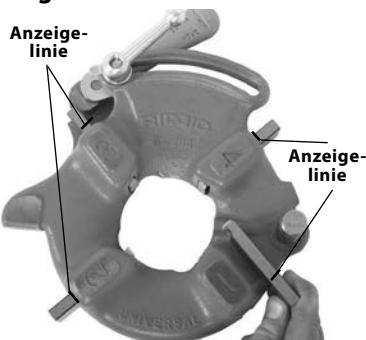

Abbildung 6 – Einsetzen der Schneidbacken
4. Heben Sie die Zunge der Futterscheibe aus dem Schlitz in der Größenanzeige. Bewegen Sie die Fitterscheibe zum Ende des Schlitzes (Abbildung 6).
6. Schieben Sie die entsprechenden Schneidbacken mit der nummerierten Kante nach oben in den Schneidkopf, bis die Anzeigelinie bündig mit der Kante des Schneidkopfes abschließt (siehe Abbildung 6). Die Zahlen auf den Schneidbacken müssen denen an den Schlitten des Schneidkopfs entsprechen. Wechseln Sie die Backen immer im Satz. Vermischen Sie keine Backen verschiedener Sätze.